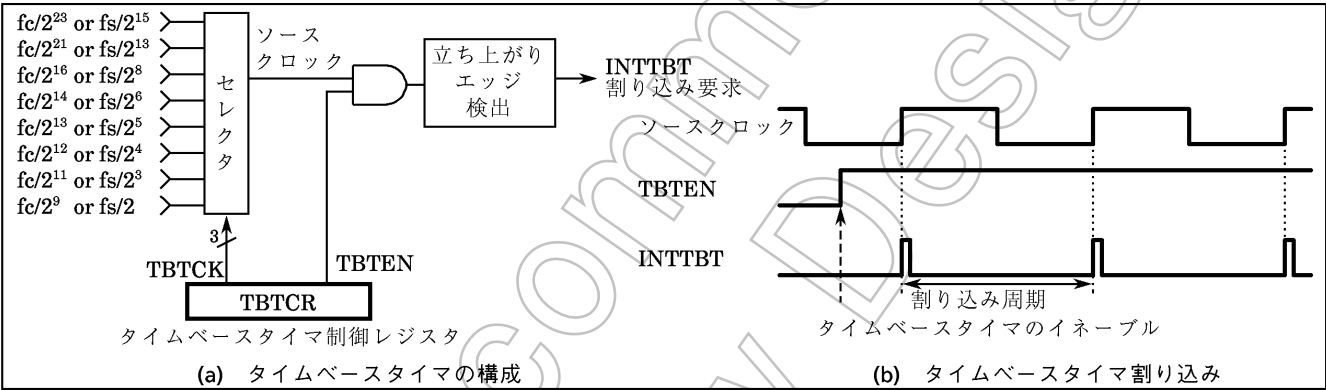

図2-9. タイムベースタイマ
- 注1) デバイダはプログラムでクリアされませんので、最初の割り込みに限り設定した割り込み周期よりも早く割り込みが発生することがあります (図2-9 (b) 参照)。